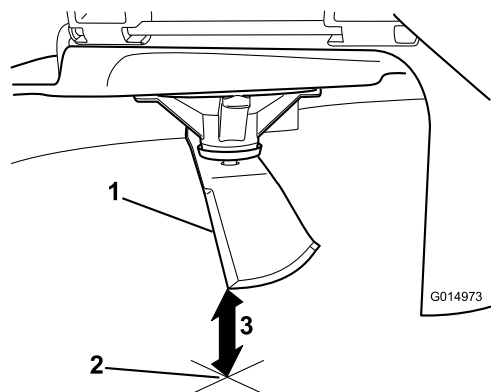

Figura 74
5. Mida desde la punta de la cuchilla hasta la superficie plana (**Figura 74**).